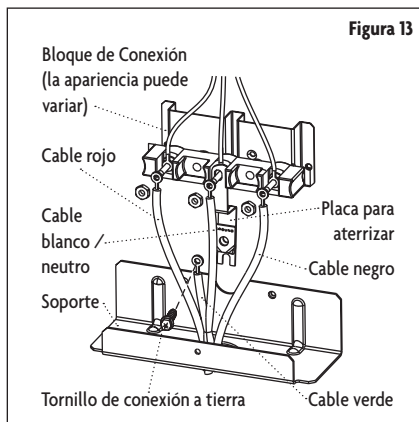

Figura 13
6. Reemplace el protector del cable en la parte posterior de la estufa deslizando su borde izquierdo debajo de las lengüetas de retención y reemplace los tornillos que fueron removidos antes. Asegúrese de que no hayan cables comprimidos entre el protector y la parte posterior de la estufa. (Consulte la Figura 13).